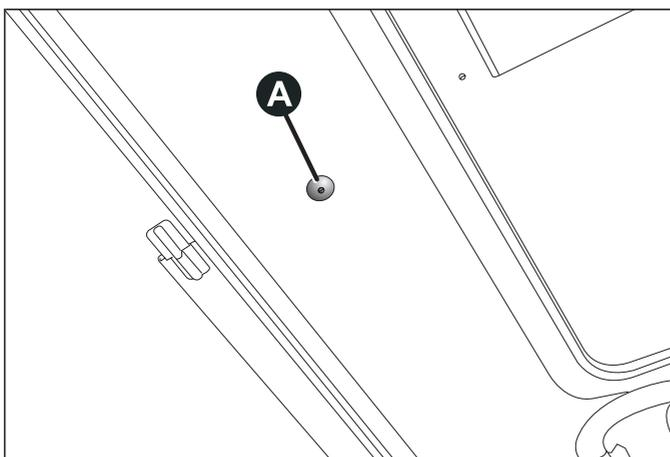

fig. 45
- enlever le capuchon de protection A fig. 45 de son logement, en l'actionnant manuellement, qui se trouve sur le revêtement intérieur devant le store pare-soleil
- introduire la clé fournie dans le logement A fig. 45 et la tourner dans le sens des aiguilles d'une montre pour ouvrir le toit ou dans le sens inverse pour le fermer.